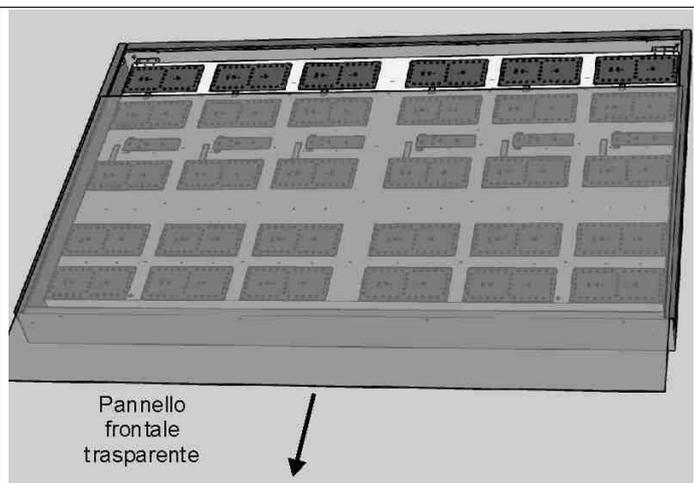

Fig. 13: Estrazione del pannello frontale
3. Estrarre il pannello frontale trasparente (Fig. 13).